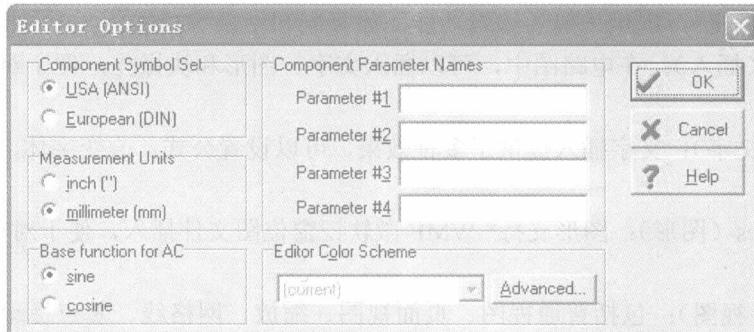

图 2-6 编辑选项
5) Option：编辑器选项用于设置电路图显示制式，如图 2-6 所示，可根据不同地方使用习惯设定。分别有元件符号设置、度量单位设置、AC 用的基本函数设置和元件参数名称的设置等。